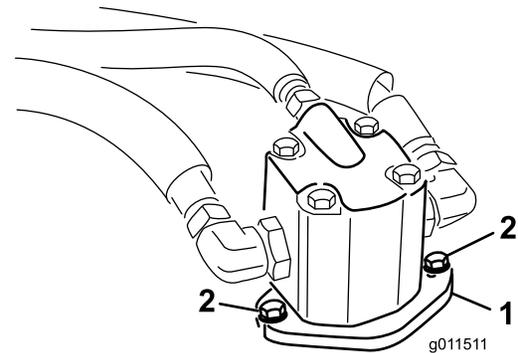

Figure 100
4. Enlevez les boulons qui fixent le moteur hydraulique au plateau de coupe (Figure 100).